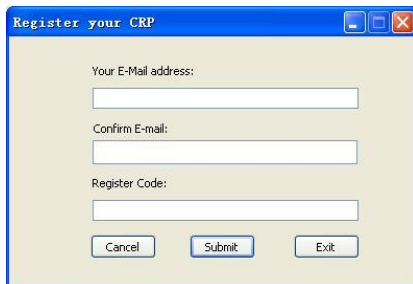

Abbildung 7-3
4. Nachdem die Seriennummer eingegeben wurde, klicken Sie auf [Update] und geben Sie die folgende Information ein. Klicken Sie [Submit] (=senden). (Abbildung 7-3)